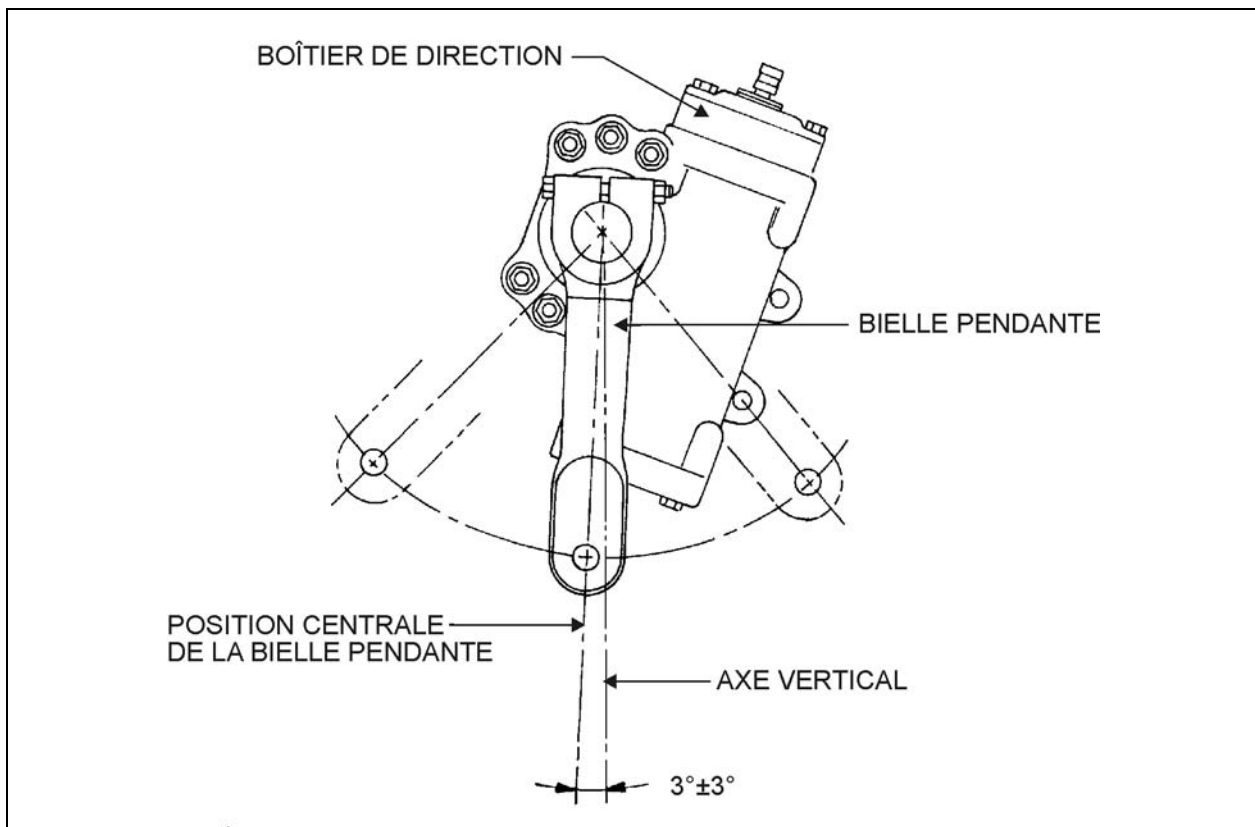

FIGURE 1: AJUSTEMENT DE LA BIELLE PENDANTE
2. À l'aide d'un rapporteur d'angle, vérifier l'angle de la bielle pendante (Voir la figure 1).